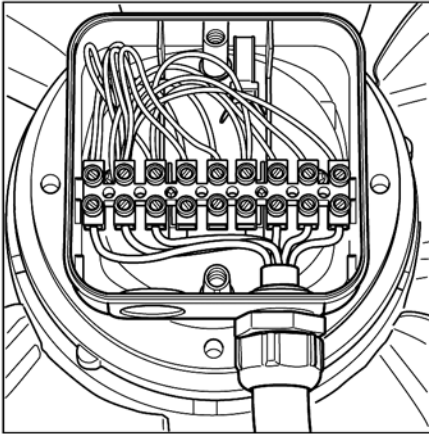

Figura 4: Conectando os cabos aos terminais
- Conecte o fio terra para proteção (PE).
- Conecte os demais fios em seus respectivos terminais. Veja Figura 4.